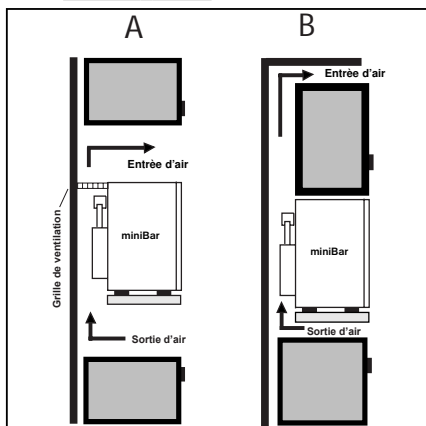

Figure 3
3. **Veillez à garantir une aération suffisante conformément aux alternatives A, B, C, ou D (fig. 3 à 4)**